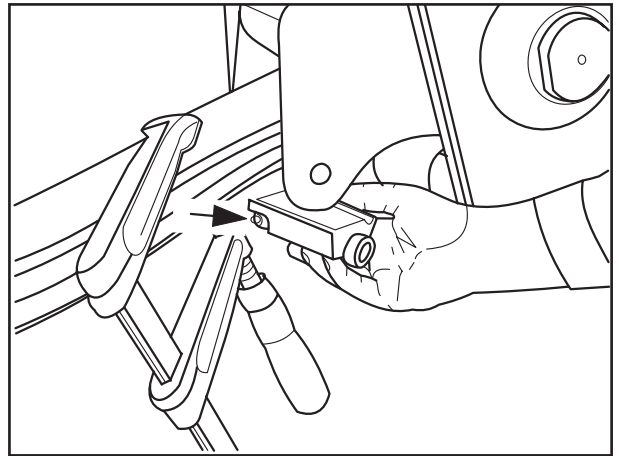

Рис. 10
- [18] Вставить опору со смазочным ниппелем в направлении оси (рис. 10/стрелка) и вставить крепежный болт.